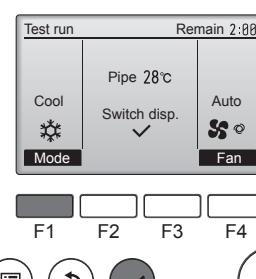

Рис. 7-3
- Для изменения режима работы нажмите кнопку [F1]. (Рис. 7-3)